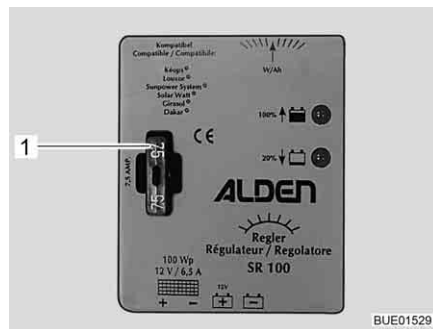

Fig. 187 Fusible pour régulateur de panneau solaire 100 W
- Changer le fusible plat 5 A/brun clair (Fig. 187,1).